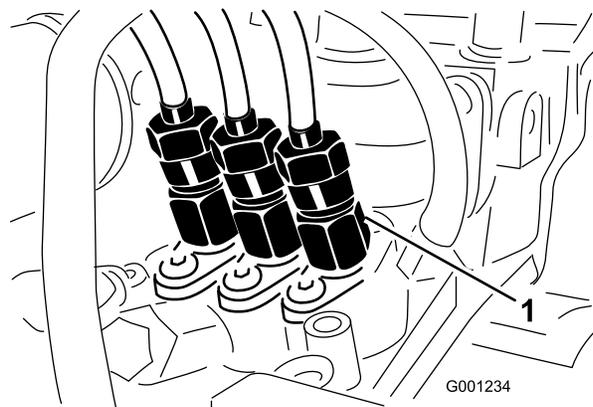

図 53
1. 燃料噴射ポンプの No.1インジェクタノズル 図 53 のチューブのナットをゆるめる。